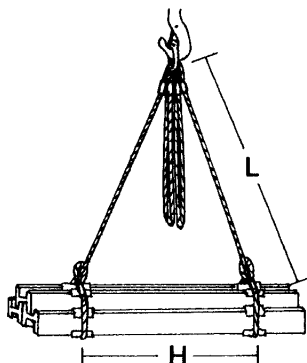

Figure 10
- La distance horizontale (H) entre les points d'attache des élingues sur la charge doit être inférieure à la longueur (L) de la plus courte élingue (figure 10).